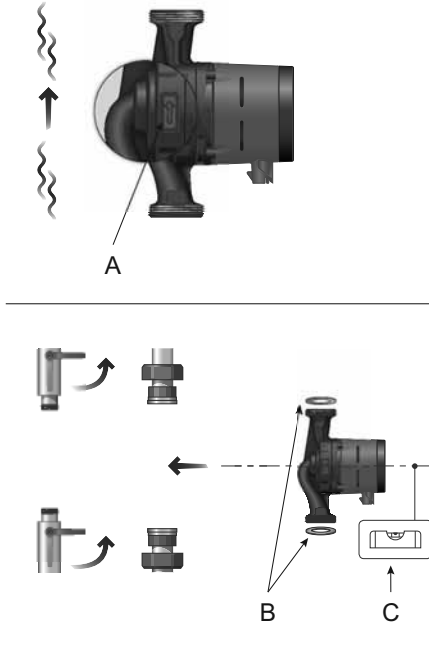

Рис. 3 Монтаж насоса ALPHA2
Стрелки на корпусе насоса показывают направление потока жидкости (см. рис. 3, поз. А).
1. Перед тем, как насос будет смонтирован в трубопроводе, установите две прокладки, поставляемые с насосом (см. рис. 3, поз. В).
2. Установите насос так, чтобы вал электродвигателя находился горизонтально (см. рис. 3, поз. С, а также раздел 8.2 Положение блока управления).